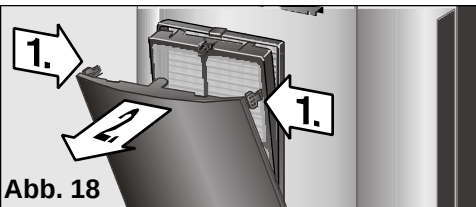

Abb. 18
- ❑ Drücken Sie zum Öffnen der Gerätefront gegen die seitlichen Druckpunkte (**Abb. 18, 1**) und klappen Sie die Gerätefront nach vorne (**Abb. 18, 2**). Ein Abnehmen ist nicht nötig denn die Front verfügt über einen Anschlag, der verhindert, dass sie ganz herunterklappt.